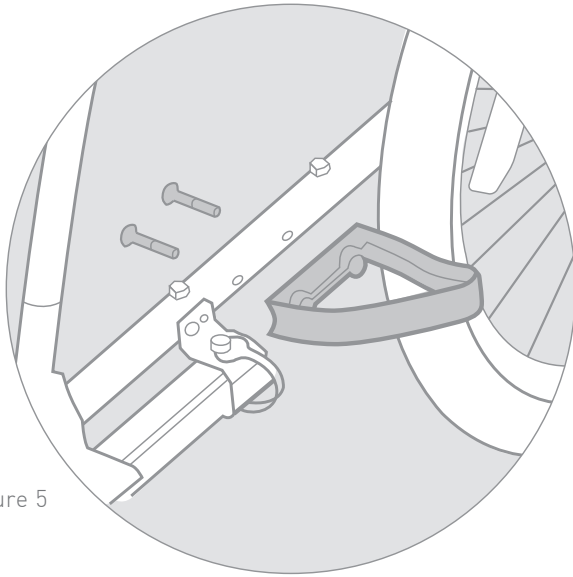

Figure 5
1. Insert wheel guard bolts through frame tube. Match holes in wheel guards to bolts. Tighten securely with hex key (Figure 5).
1. Bolzen der Radabdeckung durch das Rahmenrohr einführen. Die Löcher in den Radabdeckungen auf die Bolzen ausrichten. Mit dem Inbusschlüssel festziehen (Abb. 5).
1. Insérez les boulons des garde-roues dans le tube du cadre. Superposez les trous des garde-roues avec les boulons. Vissez fermement à l'aide de la clé hexagonale (Figure 5).